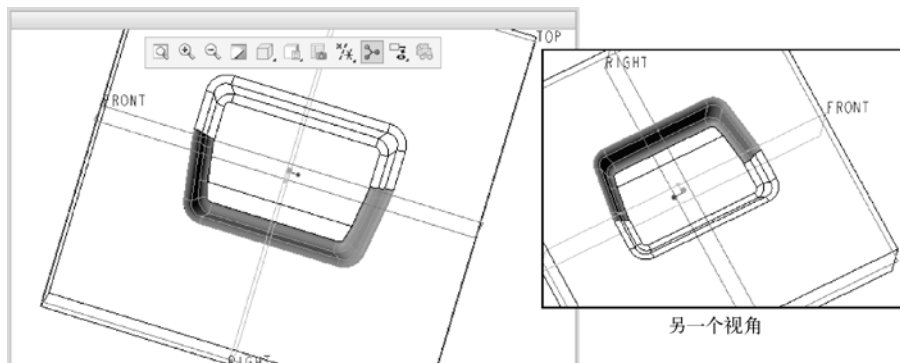

图 6-54 选择要排除的曲面
(8) 结合〈Ctrl〉键在凹模参考模型中选择要排除的曲面，如图 6-54 所示。